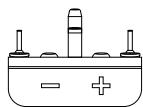
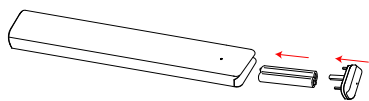

Figura 1
Figura 2
3. Installare le batterie come mostrato nell'illustrazione nel vano batterie (Figura 2). Si prega di notare che sul coperchio della batteria sono presenti segni negativi e positivi (Figura 1). Rimontare il coperchio della batteria, quindi verificare il corretto funzionamento del controllo.